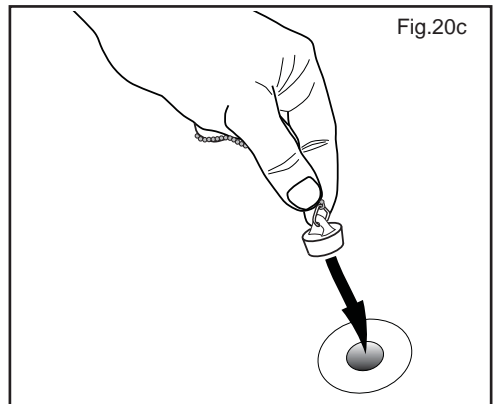

Fig.20c
**Ce, afin d'empêcher l'afflux d'air humide qui entraînerait une accumulation rapide de givre (Fig.20c).**